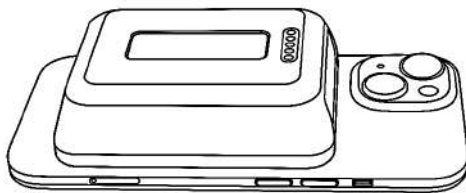

Рисунок 16. Схема використання павербанка для бездротового заряджання побутових пристроїв.
5.2.5.4 Бездротове заряджання побутових пристроїв із функцією магнітного заряджання (рис. 16).